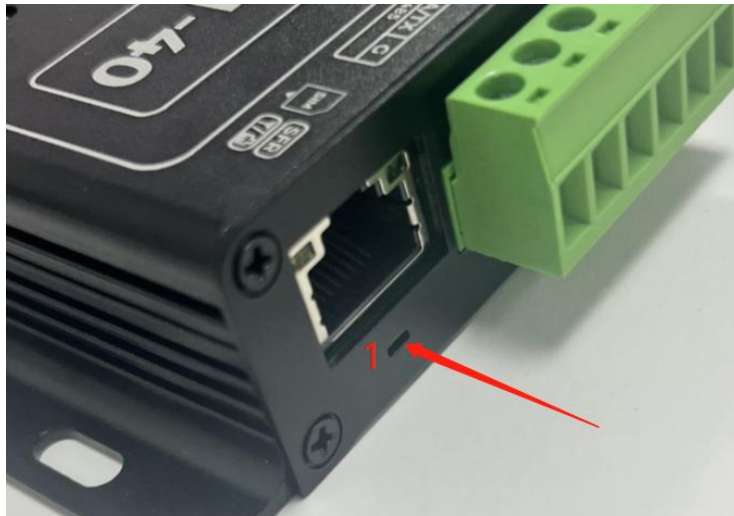

图 4-21 恢复出厂按键（用牙签等，长按 6 秒后松开）
- 1、长按“SFR”恢复出厂按键 6 秒（如下图 4-21），就可以将“配对方式”恢复出厂设置为：一对一。